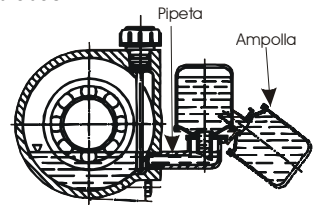

Fig.3: Engrasador
- se el soporte es equipado de engrasador, volcar la ampolla y verter la grasa en la pipeta hasta que alcanza el nivel según lo indicado en la *fig.3* llene el bulbo de cristal y póngalo en posición vertical. Compruebe que el nivel de la ampolla esté constante. Los tipos de grasa indicados en *tab.1* son válidos para las temperaturas entre -10° y 120°C.